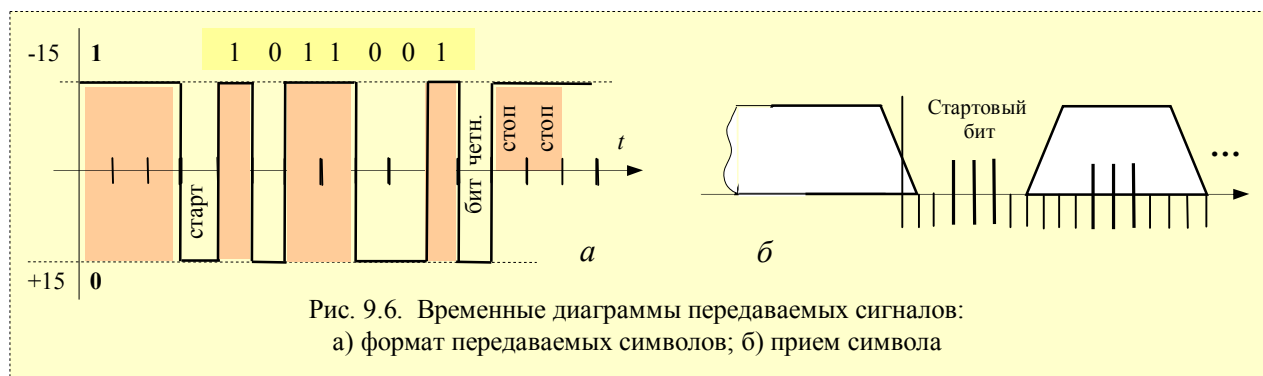

Рис. 9.6. Временные диаграммы передаваемых сигналов:
*UART* - *полнодуплексный* интерфейс, то есть ПР и ПД могут работать одновременно, независимо друг от друга. По умолчанию ПД устанавливает на линии единичный (высокий) уровень. Передача начинается (*рис. 9.6,а*) посылкой бита с нулевым уровнем (*старт-бита*), затем идут биты данных младшим битом вперед (низкий уровень - "0", высокий уровень - "1"), затем необязательный бит паритета; завершается посылка передачей одного или двух битов с единичным уровнем (*стоп-битов*).
ПР и ПД тактируются, как правило, с 16-кратной частотой относительно заданной скорости (*рис. 9.6,б*). Это нужно для того, чтобы ПР, определив задний фронт старт-бита, отсчитывал бы несколько тактов, а затем в следующих трех тактах осуществлял считывание (в середине старт-бита). Если большинство считанных значений - "0", то фиксируется наличие старт-бита, иначе ПР воспринимает эти отсчеты как шум и ждет появления следующего заднего фронта. После определения старт-бита, ПР точно также анализирует середины битов данных, фиксируя "0" или "1" в сдвиговом регистре.
RS-232 (Recommended Standard) - широко используемый в самых различных применениях последовательный интерфейс синхронной и асинхронной передачи данных. Он соединяет два устройства. Линия передачи первого устройства соединяется с линией приема второго и наоборот (полный дуплекс). В его основе лежит *однопроводная несогласованная линия*, по которой данные передаются *двуполярными* посылками (рис. 9.6, 9.7). Применяется при относительно медленной передаче данных (50 - 38400 бит/с); максимальная длина соединения (без повторителей) – 15 м.